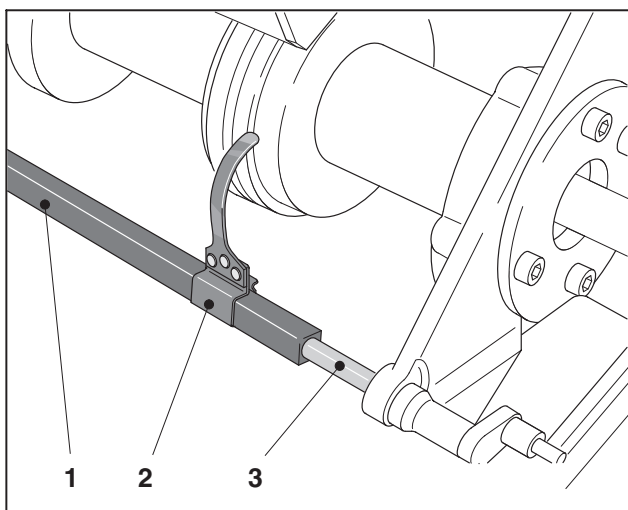

Рис. 41 Монтаж пружинных направляющих листа
Направляющие листа надеваются со стороны подачи листов на четырехгранную траверсу (Рис. 41/①) красочного аппарата нумератора вне машины. Они прижимают лист во время печати к печатному цилиндру. Их следует устанавливать в зоны свободные от печати, чтобы не повредить печатное изображение.
- ① Пружинную направляющую листа надеть на четырехгранную траверсу (Рис. 41/③) с закругленной стороны траверсы. Изгиб направляющей должен быть направлен в противоположную сторону от нумераторных головок (Рис. 41).
- ② Пружинную направляющую листа (Рис. 41/②) поместить на четырехгранной траверсе так, чтобы она находилась в зоне свободной от печати.
- ③ Вторую направляющую листа установить аналогично.
- ④ Красочный аппарат нумератора вынуть из машины.
- ⑤ Направляющие листа на четырехгранной траверсе сдвинуть к закругленному концу (Рис. 41/③) и снять с траверсы.